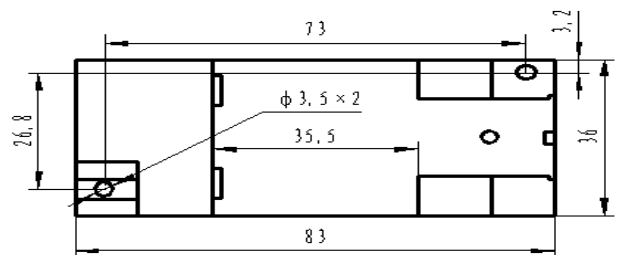

图 5 BS3 型安装尺寸图
- ① 按图 5 中的螺孔位置在固定板上攻丝 M3 螺钉孔;
- ② 使用 M3 的螺钉拧入螺钉孔中固定;